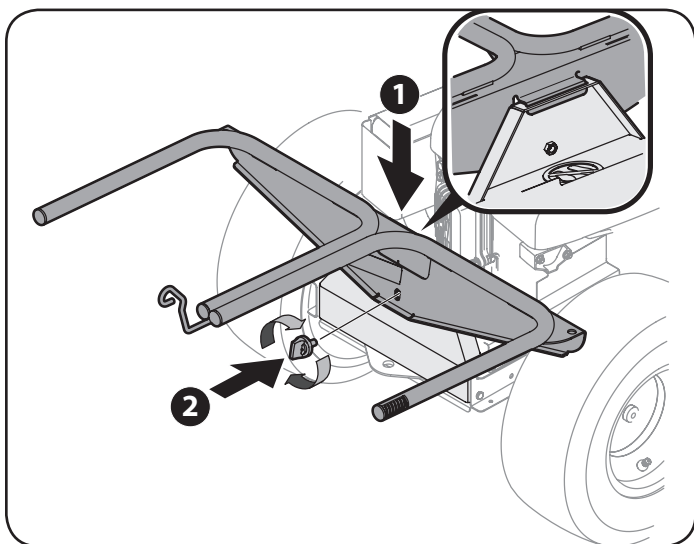

Figura 5
3. Coloque el conjunto de montaje de la bolsa colectora de césped en el soporte de montaje de la embolsadora bajándola (1) y colocando el conjunto dentro de la ranura provista en el soporte de montaje. Consulte el recuadro de la Figura 5.
4. Sujete el conjunto de montaje de la bolsa colectora de césped al soporte de montaje de la embolsadora con la perilla de sujeción (720-04061) que se encuentra en el paquete de herrajes (683-05147). Consulte el punto (2) en la Figura 5.